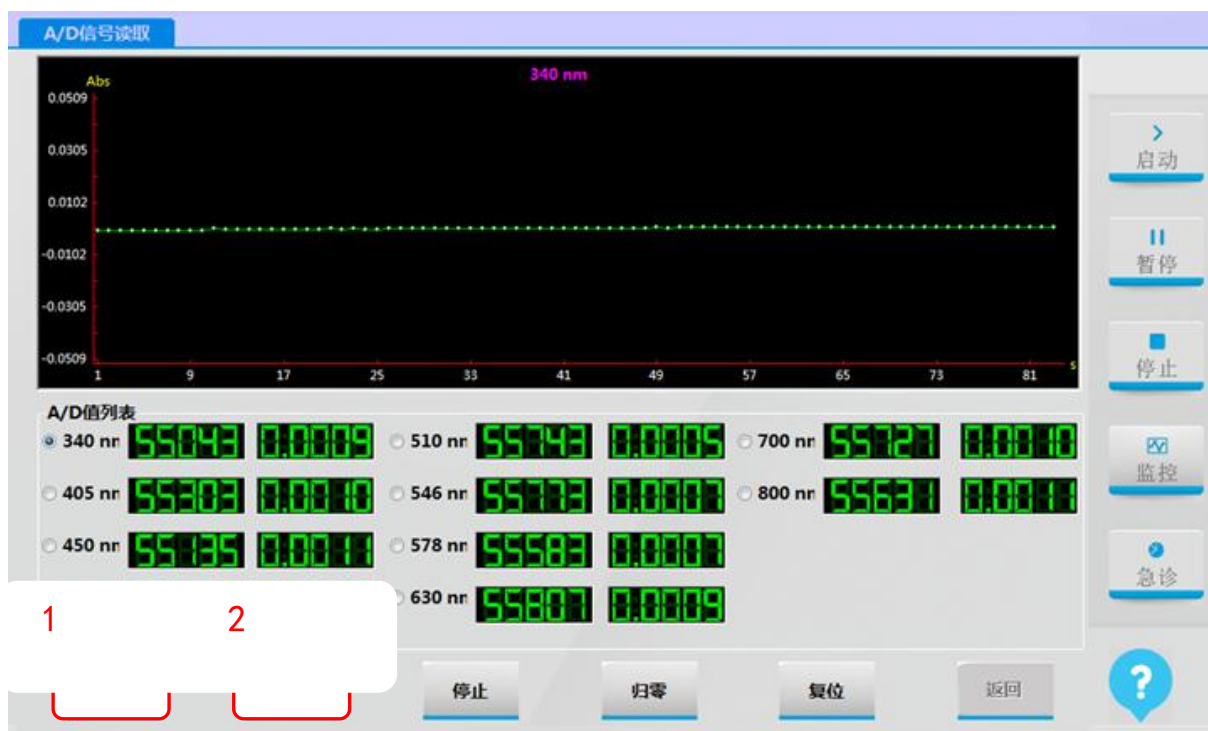

图 5-41 仪器参数设置界面
2. 点击“A/D 信号读取”，进入 A/D 信号读取界面，在 A/D 信号读取界面下，点击“**光心位置**”，反应盘转动并停在光心位置。再点击“检测”读取 A/D 信号值，如图 5-41